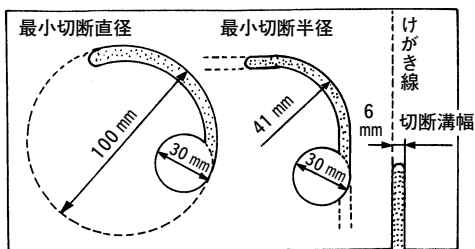

図 3
- 切断する板に機体を垂直に保持してください。(図3参照)
(図3, 4)